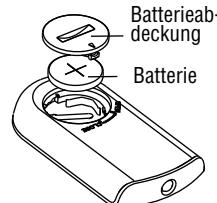

Fig. 2
- Für das Auswechseln der Batterien die Batterieabdeckung durch Drehen entfernen. Batterie auswechseln und dabei auf die korrekte Positionierung der Pole achten (siehe Abbildung 2).
- Batterie auswechseln und dabei auf die korrekte Positionierung der Pole achten (siehe Abbildung 2).